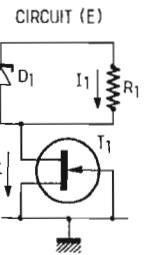
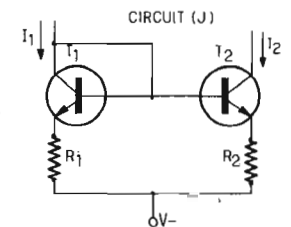
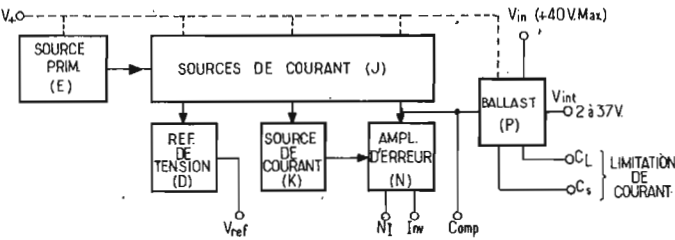
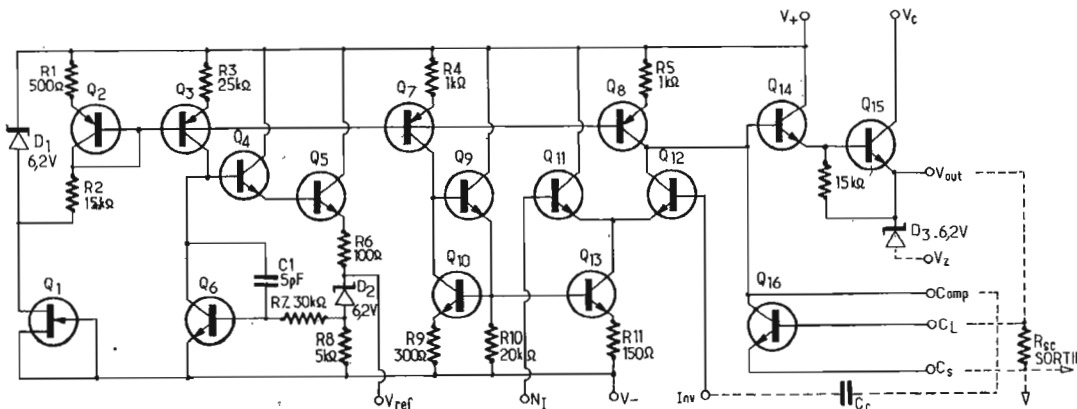

FIG. 4.
FIG. 5.
FIG. 2.
FIG. 3.
Le fonctionnement du L 123 peut s'expliquer à l'aide du schéma synoptique de la figure 2 la composition du CI étant donnée à la figure 3. Remarquons que la diode D₁ reliée au point V_Z n'existe pas dans la version en boîtier cylindrique TO 100 de ce circuit intégré et doit être ajoutée extérieurement si nécessaire.
La figure 3 donne le schéma intérieur du CI L 123 SGS avec ses 16 transistors et 3 diodes dont D₃ qui n'est pas montée dans la version TO 100. Dans ce cas, elle sera branchée avec la cathode à la terminaison V_{out} qui est la sortie réglée.
Le schéma de la figure 3 sera analysé plus aisément en se référant au bloc-diagramme de la figure 2. En consultant simultanément ces deux schémas on verra que la source du courant primaire (E) (voir fig. 4) se compose de D_1 , Q_1 et R_1 , fixe la valeur du courant d'émetteur du transistor Q_2 du circuit J (voir fig. 5). Ce courant détermine à son tour les